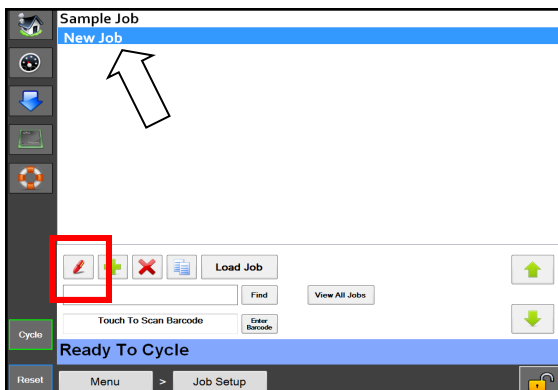

Abb. 5-2B. Neuer Auftrag in der Liste.
3. Markieren Sie **Neuer Auftrag** im Bildschirm Auftragsdaten. **Abb. 5-2B.**
4. Drücken Sie die Schaltfläche mit dem roten Stift. **Abb. 5-2B.**
5. Benennen Sie den Auftrag im Bildschirm Auftragsdaten um, und geben Sie dann die entsprechenden Informationen in jedes Feld ein. **Abb. 5-2B.**